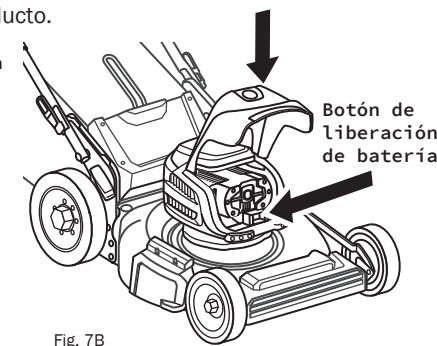

Fig. 7B
1. Levante el botón de liberación de la batería. La batería debe desengancharse automáticamente de la posición de bloqueo (Fig. 7B).